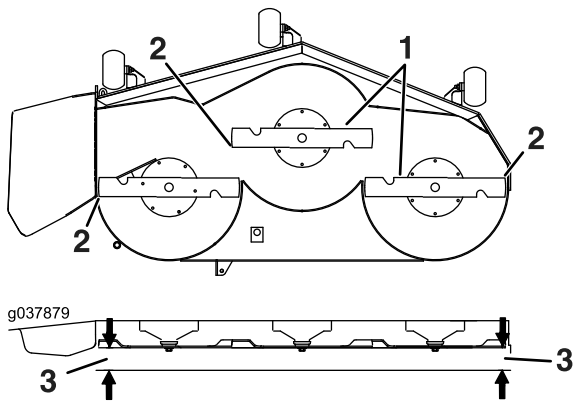

Figura 85
14. Gire cuidadosamente las cuchillas colocándolas perpendicularmente al sentido de avance de la máquina (Figura 85).